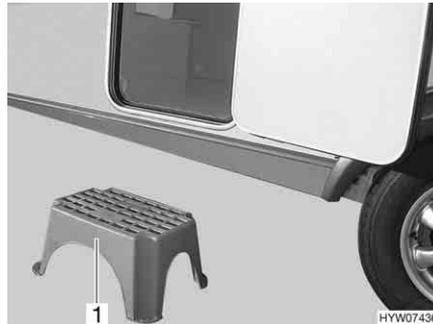

Bild 24 Eintrittstufe (frei stehend)
- Die Eintrittstufe (Bild 24,1) vor den Eingang des Caravans stellen.